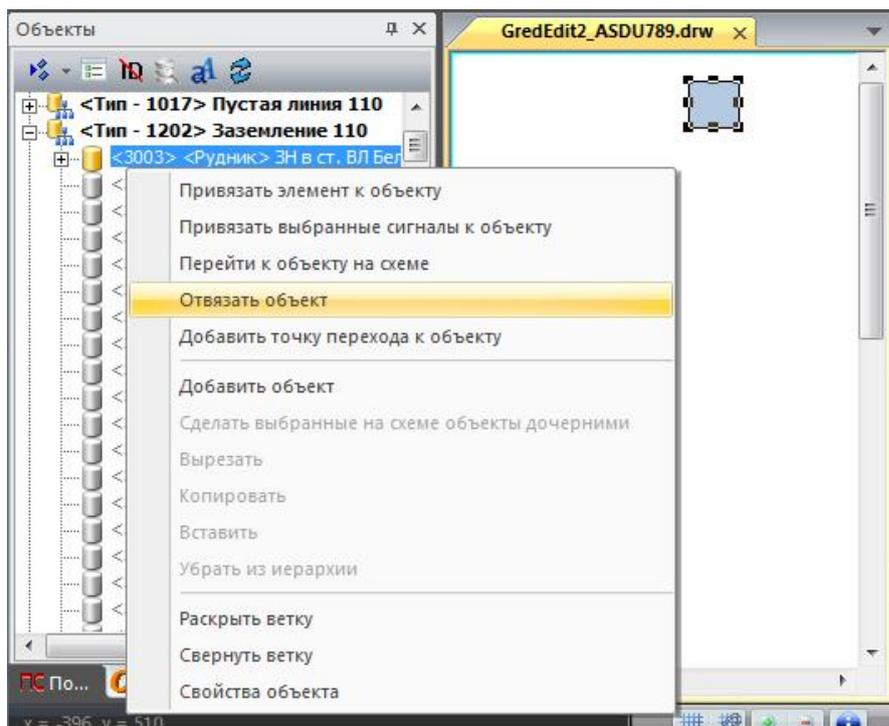

Рисунок 360 – Команда «Отвязать объект»
**Команда «Отвязать объект»** позволяет убрать привязку элемента к объекту. Для этого необходимо выделить в дереве соответствующий элементу объект и в контекстном меню объекта выбрать команду **«Отвязать объект»** (рисунок 360).